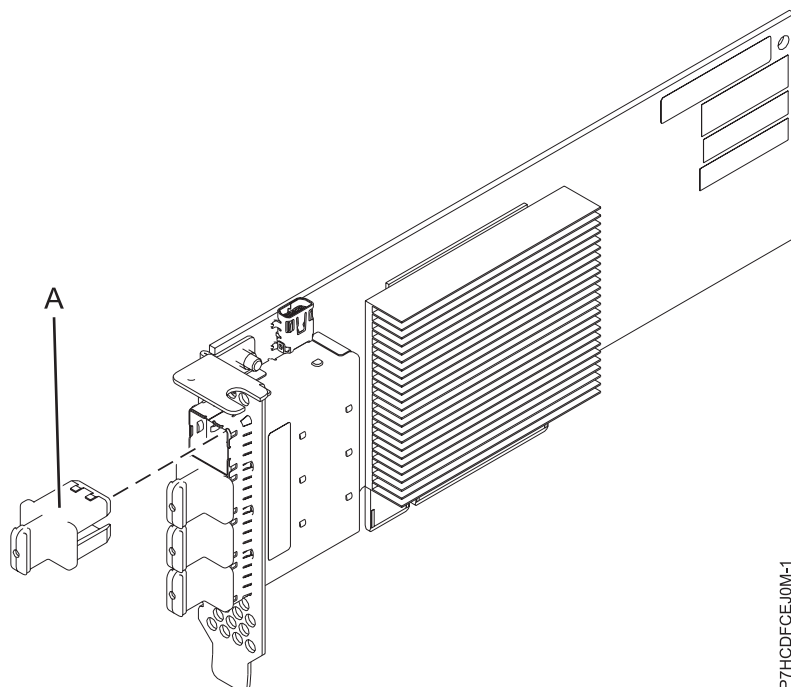

Figure 52. Carte PCIe3 LP 4 ports SAS x8
La carte PCIe3 LP 4 ports SAS x8 est une carte PCI Express (PCIe) de troisième génération, SAS RAID, courte et à faible encombrement. La carte est destinée à des applications SAS (Serial Attached SCSI) hautes performances et haute densité. Elle prend en charge le raccordement d'unité de bande ou DVD SAS à l'aide de quatre connecteurs mini-SAS haute densité (HD) x4 qui permettent d'utiliser les liaisons physiques dans différentes configurations étroites et larges de ports. Le raccordement de bande magnétique n'est pris en charge qu'avec une configuration de carte unique et ne peut pas être combiné avec un disque SAS sur la même carte. L'adaptateur ne dispose pas d'un cache en écriture. La figure 52, à la page 145 illustre la carte PCIe3 LP 4 ports SAS x8.
La figure 52, à la page 145 représente la carte. Le capuchon du connecteur (**A**) est installé dans un port vide et empêche que ce port ne soit endommagé lorsqu'un câble d'un connecteur de port adjacent est branché ou retiré.